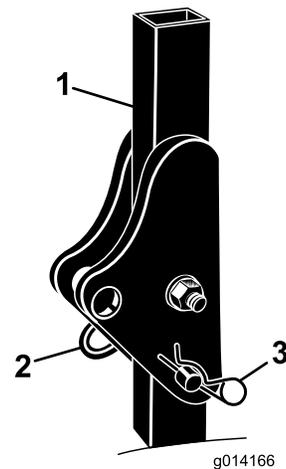

Figura 3
1. Rimuovete le coppiglie e le spine dal roll bar (Figura 3).
2. Alzate completamente il roll bar e montate le 2 spine, quindi fissatele con le coppiglie (Figura 3).